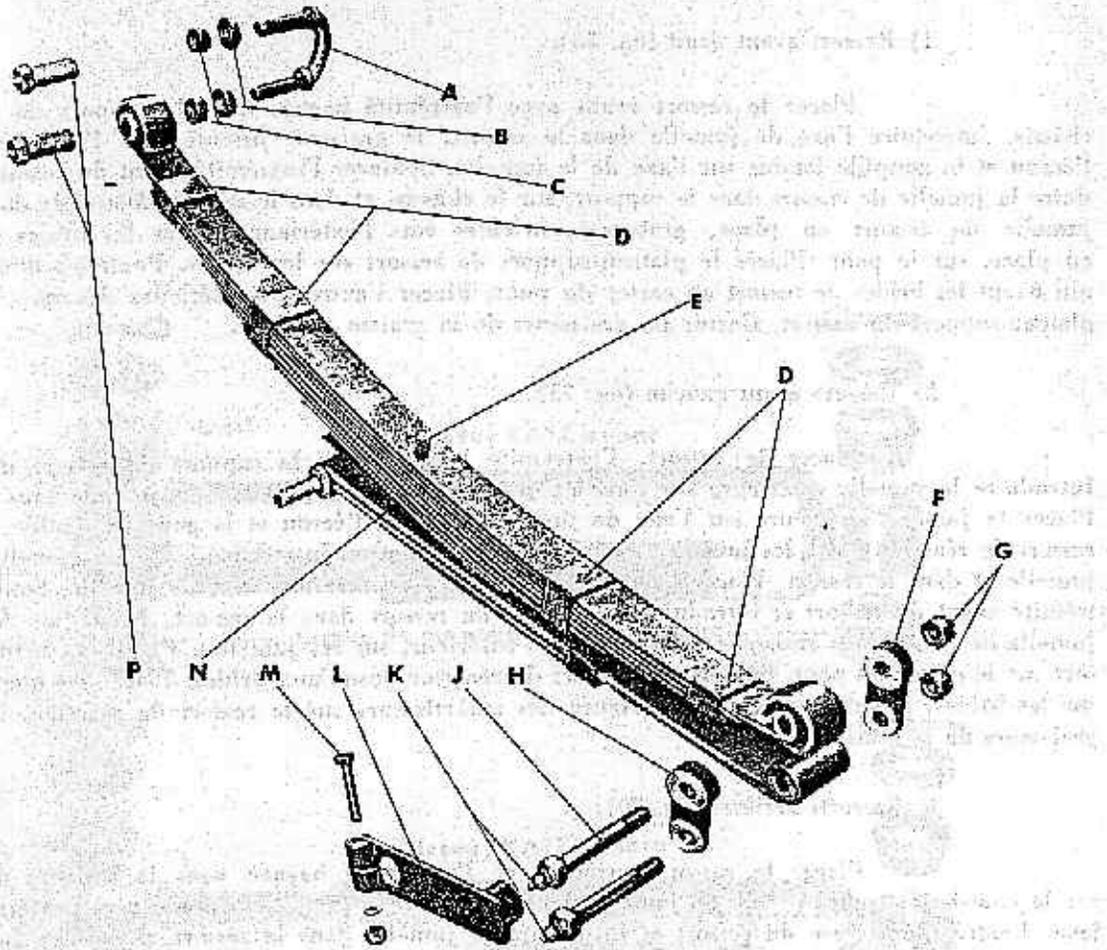

FIGURE 78. — Ressort avant gauche (vue éclatée)
b. Remplacement d'une lame de ressort (fig. 78).